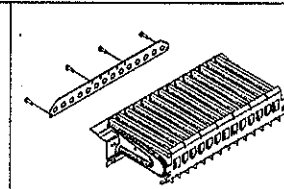

fig. 3
- Per trasformazione da MTN a GPL: montare la flangia fissandola al bruciatore con le viti in dotazione (scegliere la flangia in base al numero di elementi del bruciatore) (fig. 3)